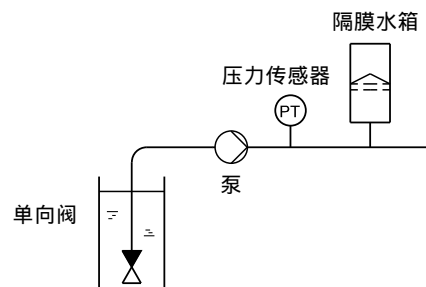

图 25 吸程运行中止回阀和压力传感器的位置
**小心** 止回阀必须安装在压力传感器之前。见图25和26。